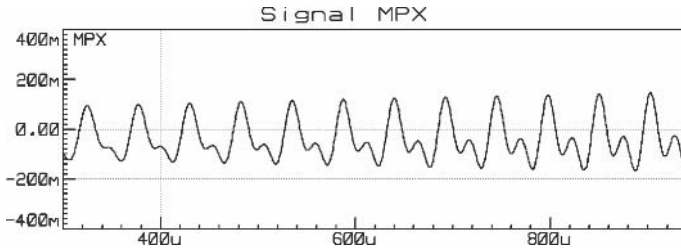

Figure 7.12
**Tentatoo** – Et, en **figure 7.12**, voici ce que l'on obtient pour des signaux 19 kHz et 38 kHz qui ne sont pas en phase.